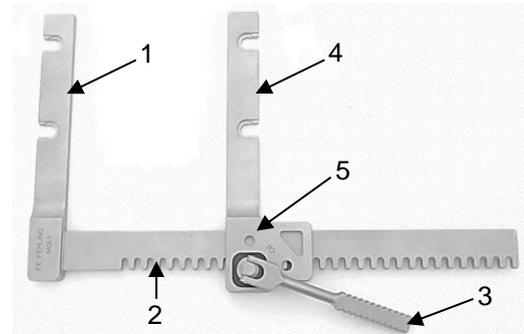

Abb. 6
Abbildung 6 zeigt den FALK Sternumspreizer, welcher ein U-förmiger Balkenspreizer mit Ritzel ist. Der Balkenspreizer besteht aus einem festen Spreizerarm (1), einer Zahnstange (2) und einem beweglichem Spreizerarm (4).